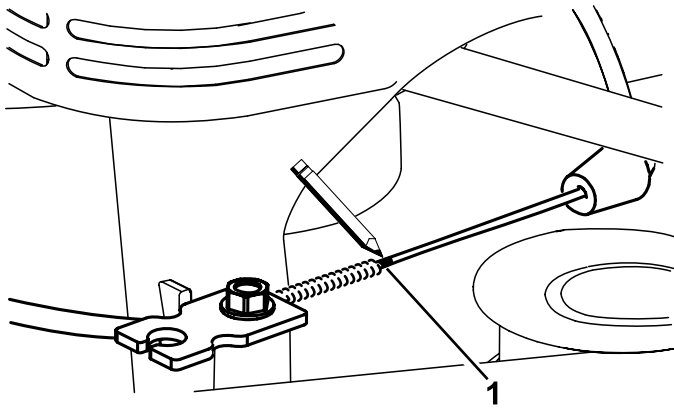

**Figura 42**
6. Tire de la cubierta del cable para eliminar la holgura (Figura 42).